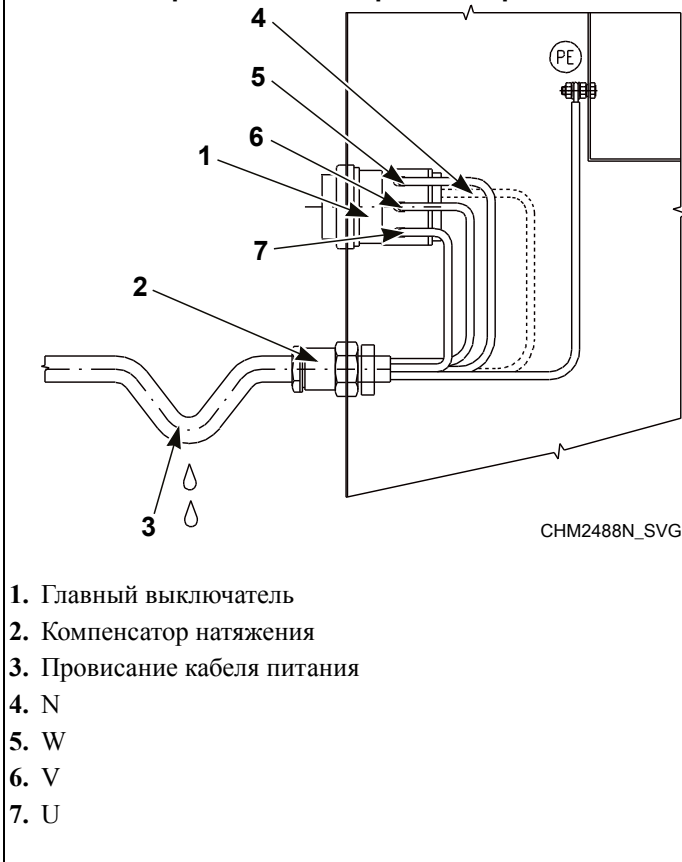
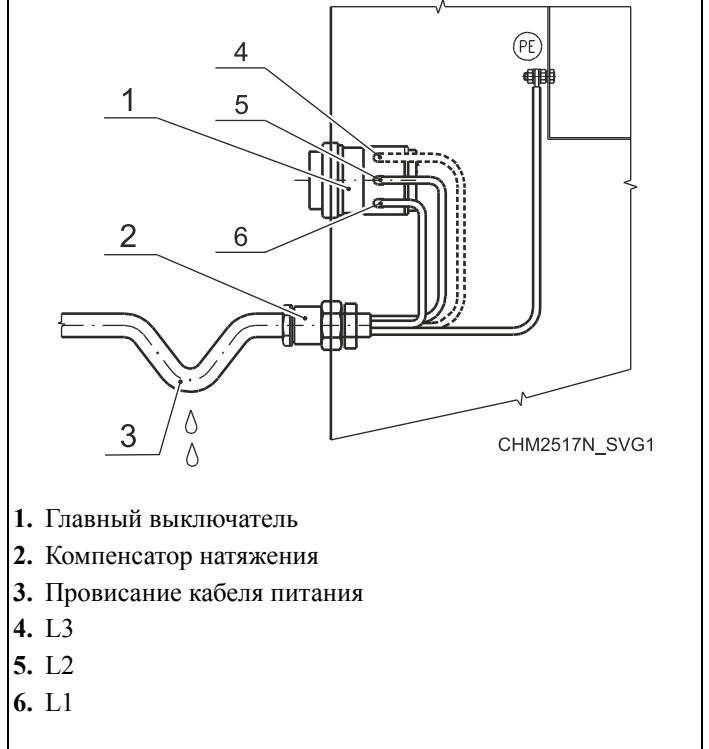

Рис. 31
Рис. 32
3. На многожильные витые провода наденьте изолирующие гильзы (6) для проводов L1/U, (L2/V), (L3/W), (N). Убедитесь в невозможности случайного контакта, потому что кабель питания остается под напряжением и при выключенном главном выключателе.
5. Подключите провода кабеля питания к входным клеммам (главный выключатель [1]), обозначенным как L1/U, (L2/V), (L3/W), (N), и к клемме, обозначенной как PE. См. Рис. 31 или Рис. 32.
6. Обеспечьте провисание кабеля перед входом в кабельный зажим. Это позволит защитить машину от попадания в нее конденсата. См. Рис. 31 или Рис. 32.